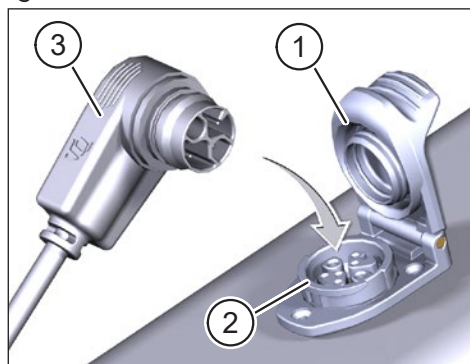

Fig. 1: Laad Battery
- ▶ Klap het klepje (Pos. 1 in Fig. 1) op de laadpoort (Pos. 2 in Fig. 1) in het fietsframe open.
- ▶ Zet de laadstekker (Pos. 3 in Fig. 1) van de Charger of de range extender zo uit dat de stekkercodes van de laadstekker en de laadpoort overeenkomen (zie Fig. 1).
- ▶ Steek de laadstekker (Pos. 3 in Fig. 1) van de Charger of de range extender in de laadpoort.